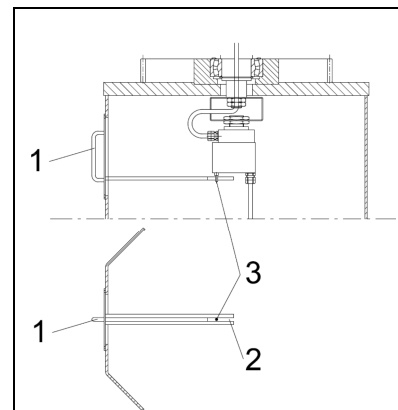

fig.41
3. Cerrar con la tapa colector **1** la ventana de inspección con cuidado a que la horquilla **2** soldada en la tapa misma se inserte en la clavija **3** de retención del colector. (fig.41)